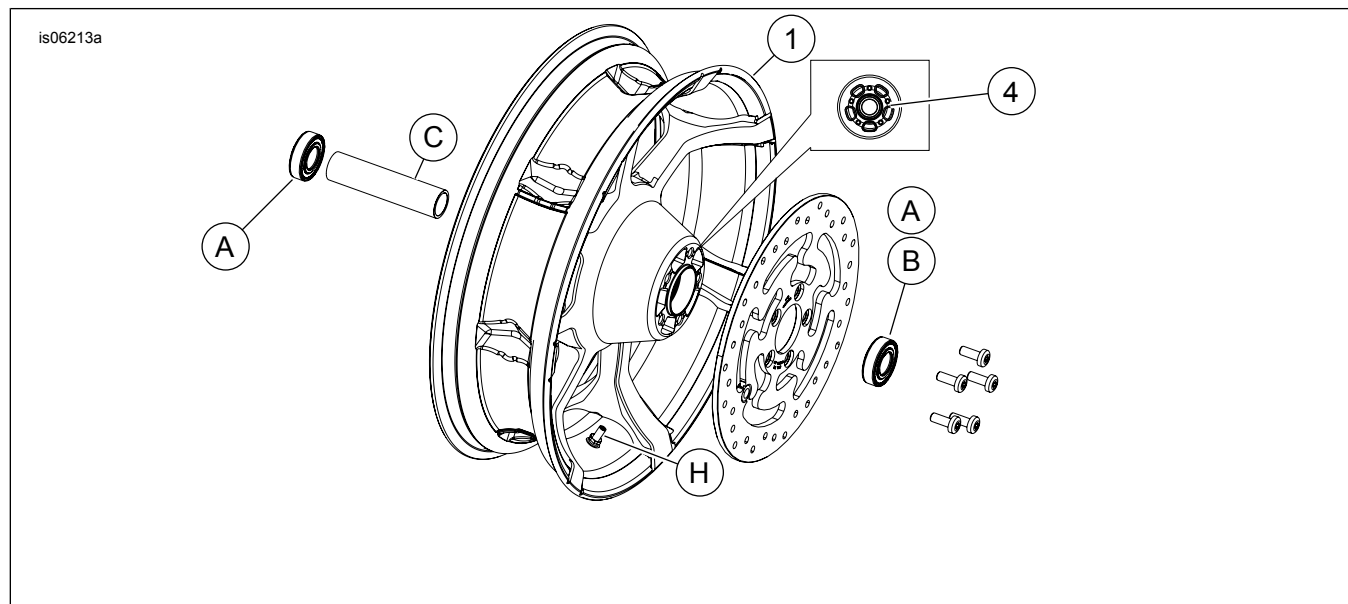

Figura 1. Piezas de servicio: Ruedas agitador delanteras (se muestran 18 pulgadas)
Vea Figura 1 y las Tablas de piezas de servicio.
2. Vea Figura 1. Instale el conjunto del vástago de la válvula (H) en la rueda. Vea el Manual de servicio.